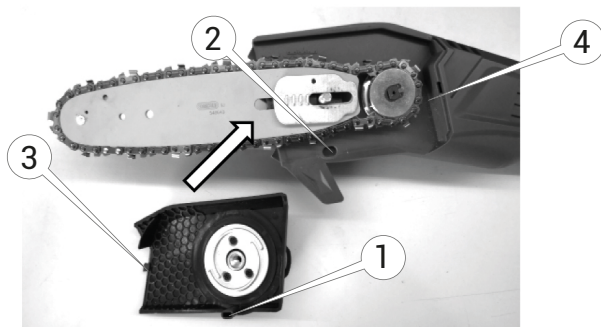

Рисунок 8. Схема встановлення захисної кришки зірочки.
4. Встановити захисну кришку зірочки на ланцюговий висоторіз, таким чином, щоб фіксатори (1 та 3, рис. 8) на кришці зірочки увійшли в пази (2 та 4, рис. 8) корпусу виробу, як показано нижче.
5. Натиснути зверху на кришку зірочки та посунути назад або трохи вперед напрямну шину, доки вона не зафіксується на місці з легким клацанням (дивись рис. 8).